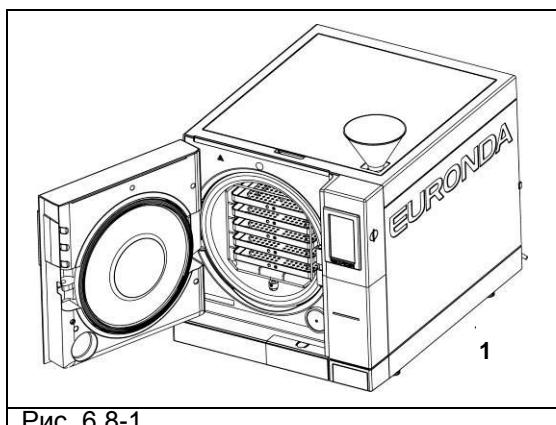

Рис. 6.8-1
- Откройте заглушку в верхней крышке, установите прилагаемую воронку в отверстие (1 на рис. 6.8-1) и залейте необходимое количество дистиллированной воды, как указано в гл. 5.3 "Технические данные". Никогда не наливайте воду выше метки, указанной словом MAX в отверстии для подачи
2. Наполните бак чистой воды свежей чистой водой через соответствующее заливочное отверстие (1 на Рис. 6.8-1).